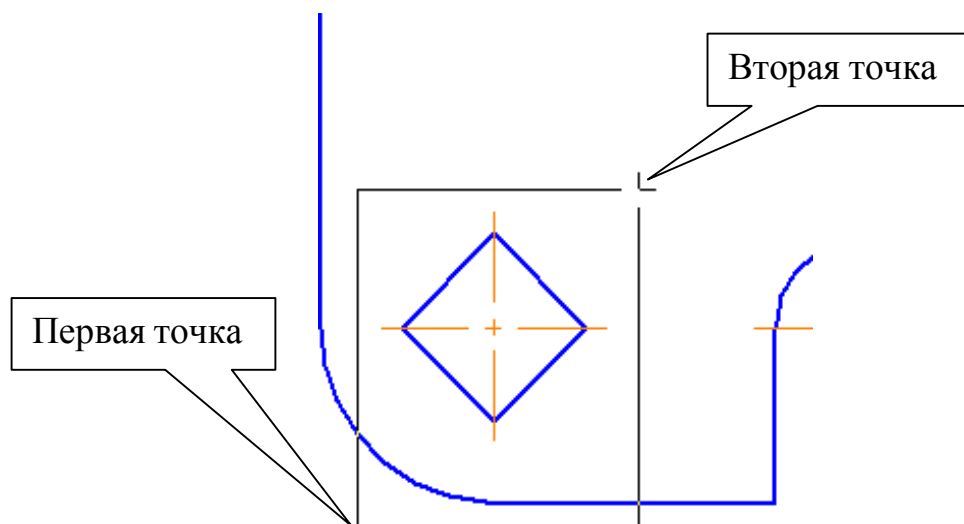

Рис. 3
2. Для выполнения копирования квадрата необходимо его выделить с построенными осевыми линиями. Воспользуйтесь командой **Выделить –Рамкой**  и создайте рамку, как показано на рис. 3.